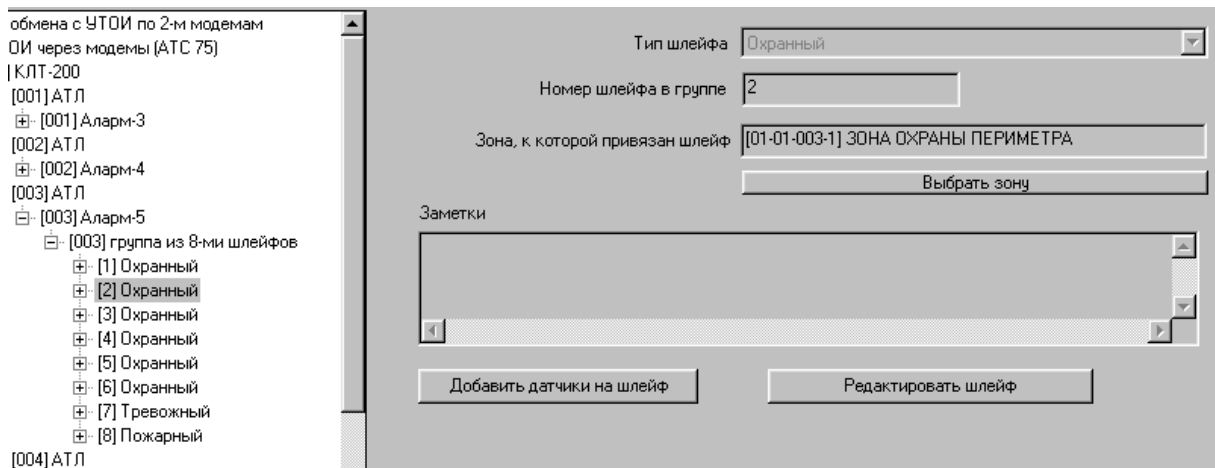

Рисунок 30
3.3.5 Ввод и корректировка данных по ШС и датчикам осуществляется следующим образом. Установить маркер на требуемую шлейфную группу, выбрать ШС и нажать в правом окне кнопку «Редактировать шлейф». Ввести тип ШС (он должен соответствовать типу ШС, запрограммированному в приборе) и сохранить изменения (рисунок 30).